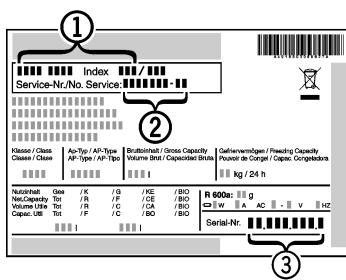

Fig. 10
- Designação da unidade Fig. 10 (1), Serviço-Nº. Fig. 10 (2) e Nº de série. Fig. 10 (3) ler da placa de nome. A placa de nome se encontra no lado interno esquerdo da unidade.
- Comunicar o Serviço de Atendimento a Clientes e a falha, designação da unidade Fig. 10 (1), Serviço-Nº. Fig. 10 (2) e Nº de série. Fig. 10 (3) comunicar.